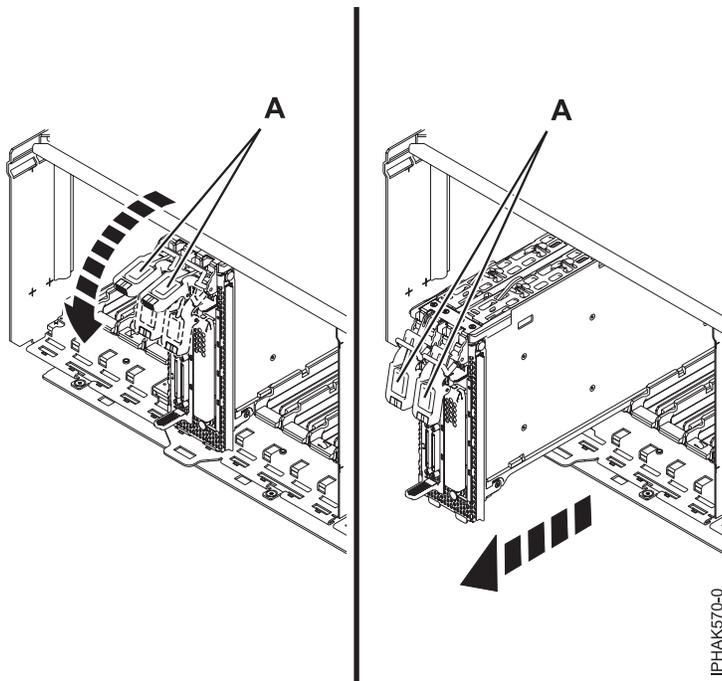

Figura 66. Removendo o conjunto do cassete da unidade de expansão de E/S
- a. Certifique-se de que os braços de travamento (A) estejam para baixo, conforme mostrado na Figura 66 na página 80.
- c. Deslize com cuidado o conjunto do cassete até a unidade de expansão de E/S. Consulte Figura 66 na página 80.